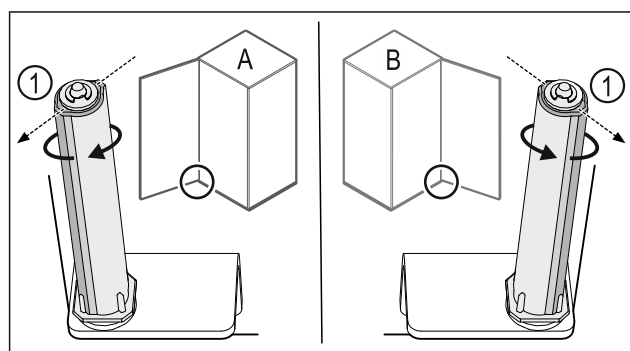

Fig. 29 Levo omejilo (A) / desno omejilo (B)
- Obrnite zaporni sistem proti upor, dokler ni mostiček zapornega sistema Fig. 29 (1) obrnjen navzven.